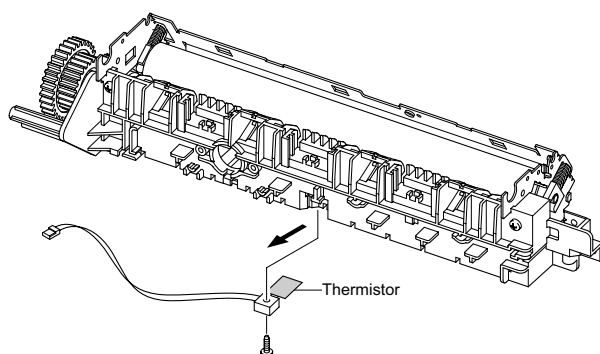

Рисунок 8
10. Вытащите термостат и вытяните жгут CBF, рисунок 8.